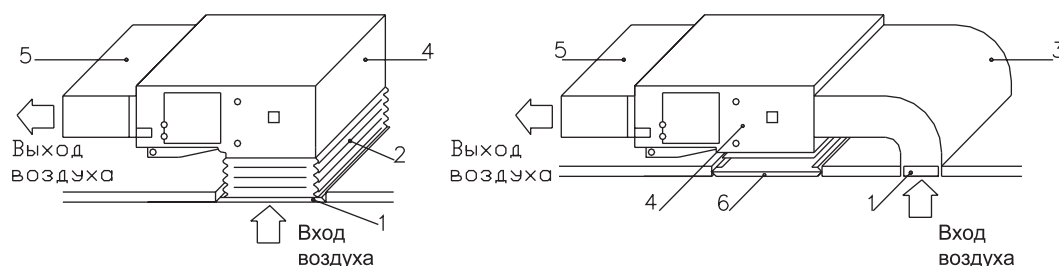

Рис. 10.32 — Подключение воздухопроводов к блоку
- С целью снижения вибрации всасывающая труба воздуховода должна соединяться с потолочной заборной решеткой гибким воздухопроводом (рис. 10.32).